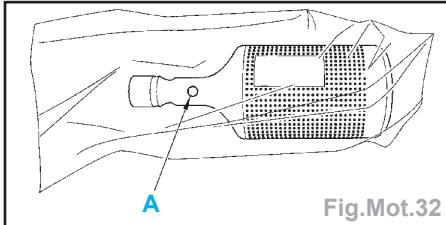

Fig.Mot.32
- Mettre les bouchons et occulteur récupérés sur le filtre à particules neuf aux extrémités et sur l'orifice (A) de prise de pression (Fig.Mot.32).